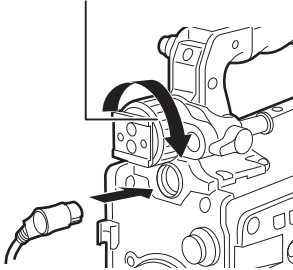

Abb. 1
- 2** Verbinden Sie den Verbindungsstecker mit dem <VF>-Anschluss der Kamera. (Abb. 1)
- 3** Lösen Sie den Ring zur Rechts-Links-Positionierung des Suchers. (Abb. 1)